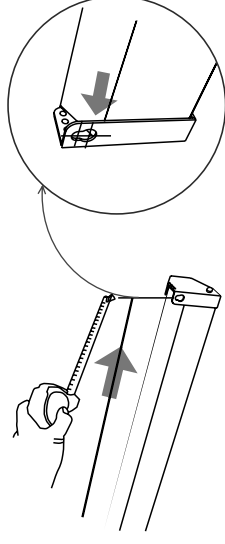
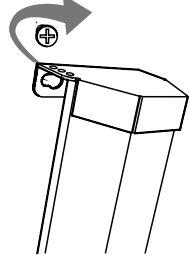

Рис. 1
Рис. 2
- Подвешивание на стену: замерьте расстояние между петлями на корпусе, как показано на рис. 1. Прикру- тите шурупы соответствующего диаметра к стене с учетом высоты экрана, подвесьте экран крепежными петлями на шурупы, как показано на рис. 2.